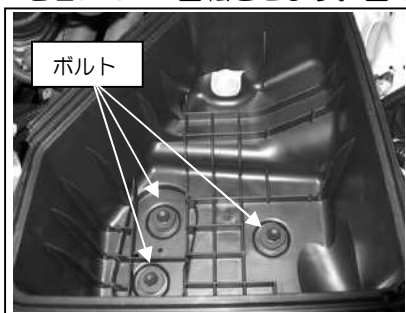

図 2
- ③ ボルト 3ヶ所を外し、クリーナーBOX 下側を外します。図 2 参照